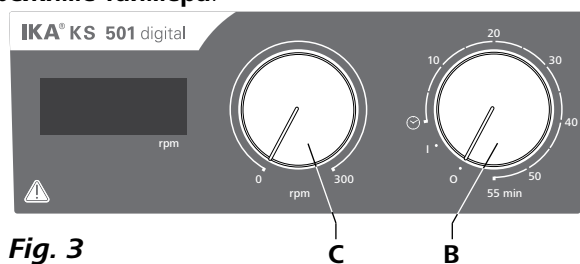

Fig. 3
- ☞ Чтобы включить прибор, поверните ручку «Вкл./Выкл.» и «Таймер» (B, см. Fig. 3) по часовой стрелке в положение «1».
- ☞ Чтобы выключить прибор, поверните ручку «Вкл./Выкл.» и «Таймер» (B) в положение «0».
- ☞ Частота вращения двигателя настраивается с помощью ручки «Частота вращения» (C, см. Fig. 3). Частоту вращения двигателя можно задавать в диапазоне от 0 до 300 rpm.